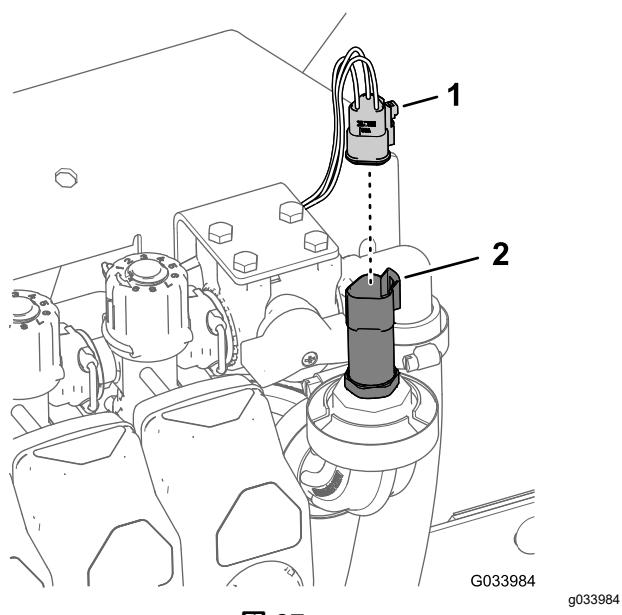

図 37
1. 水圧トランステューサ用の3ソケットコネクタを外す図 37。